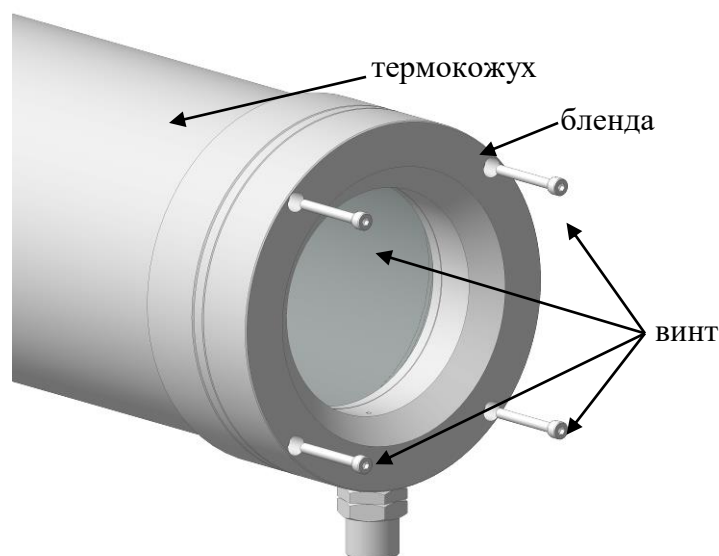

Рис. 2
3. Установить бленду на термокожух как показано на рис. 2, и закрутить 4 винтами (входит в комплект поставки).